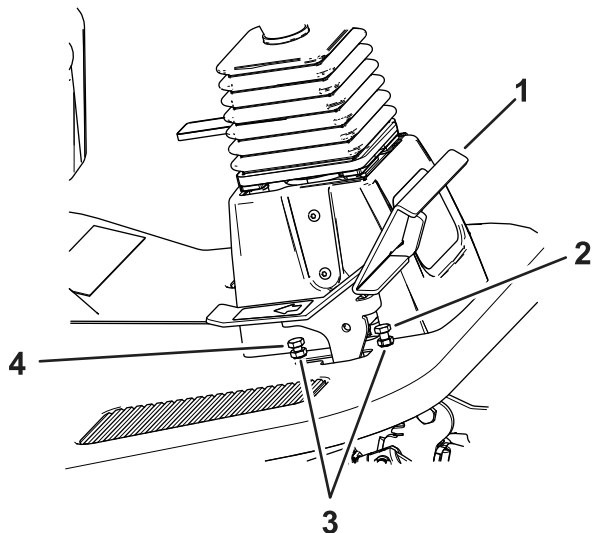

Figure 80
1. Poussez complètement la pédale de déplacement en avant (Figure 80).
- A. Avec une clé, bloquez la butée de marche avant de la pédale de déplacement et desserrez l'écrou de blocage au dos du support (Figure 80).
- B. Amenez la pédale de déplacement à la position voulue (Figure 80).
- C. Ajustez l'écrou de blocage au dos du support jusqu'à ce que la butée de la pédale de déplacement touche la pédale (Figure 80).